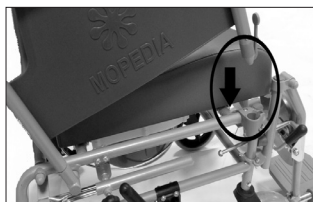

FIG. 4
- I braccioli devono essere inseriti negli alloggiamenti laterali. Assicurarsi che il bracciolo sia fissato correttamente (FIG.4).